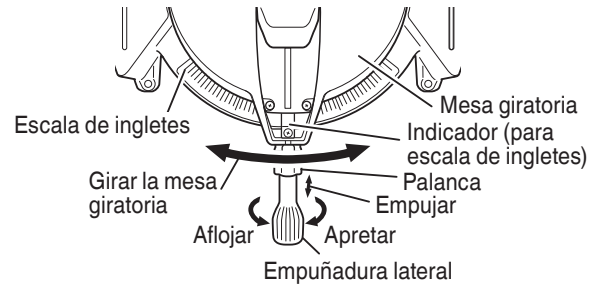

Fig. 16
- (1) Afloje la empuñadura lateral y empuja la palanca para los toques de ángulo. Luego, ajuste la mesa giratoria hasta que el indicador se alinee con el ajuste deseado de la escala de ángulos de inglete (Fig. 16).
- (2) Vuelva a apretar la empuñadura lateral para asegurar la mesa giratoria en la posición deseada.